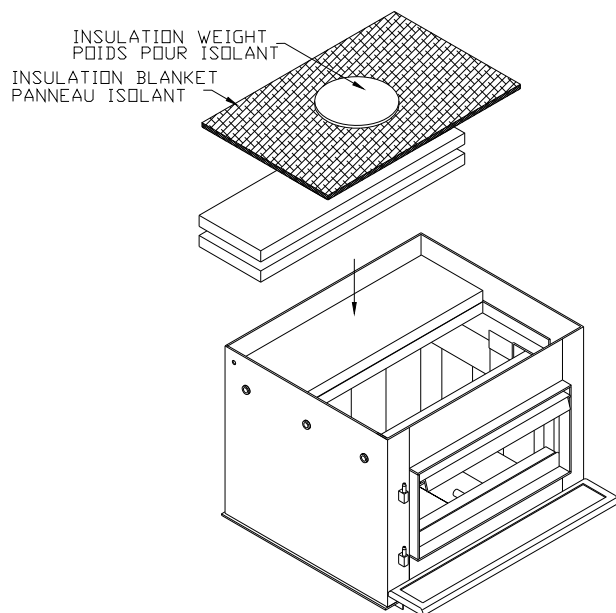

Figure 3.4b
- 3- Déposez les panneaux de vermiculite par-dessus le tube d'air secondaire du fond. Les panneaux de vermiculites doivent être côte à côte et non superposés. Déposez le panneau isolant du déflecteur sur les panneaux de vermiculite tel qu'illustré à la figure 3.4b. Mettez ensuite le poids pour isolant sur l'isolant afin qu'il soit aligné sous la sortie d'évacuation.
- 4- Ensuite, insérez le deuxième support latéral (B) dans l'autre côté de la chambre à combustion.